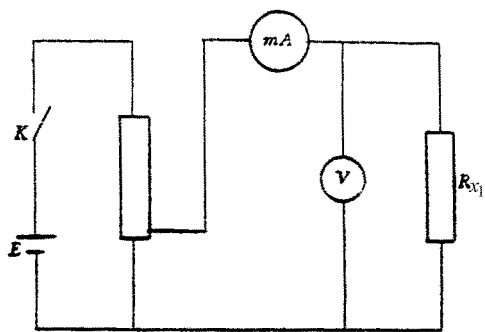

图 6-7 电流表外接法测量固定电阻
1. $R_{x1} = 51\text{W}$ ，采用电流表外接，测试线路如图 6-7 所示。
(1) 在断电状态下照图 6-7 连接线路，将电源的电压调节旋钮、电压微调旋钮、滑线变阻器都调到使被测电阻两端电压最小的位置上；
(2) 检查电压表，电流表的机械零点是否指零；
(3) 经检查无误后开启电源缓慢调节电源电压和滑线变阻器，使电压表和电流表缓慢增加到合理位置，读取电压和电流，只测一组数据。